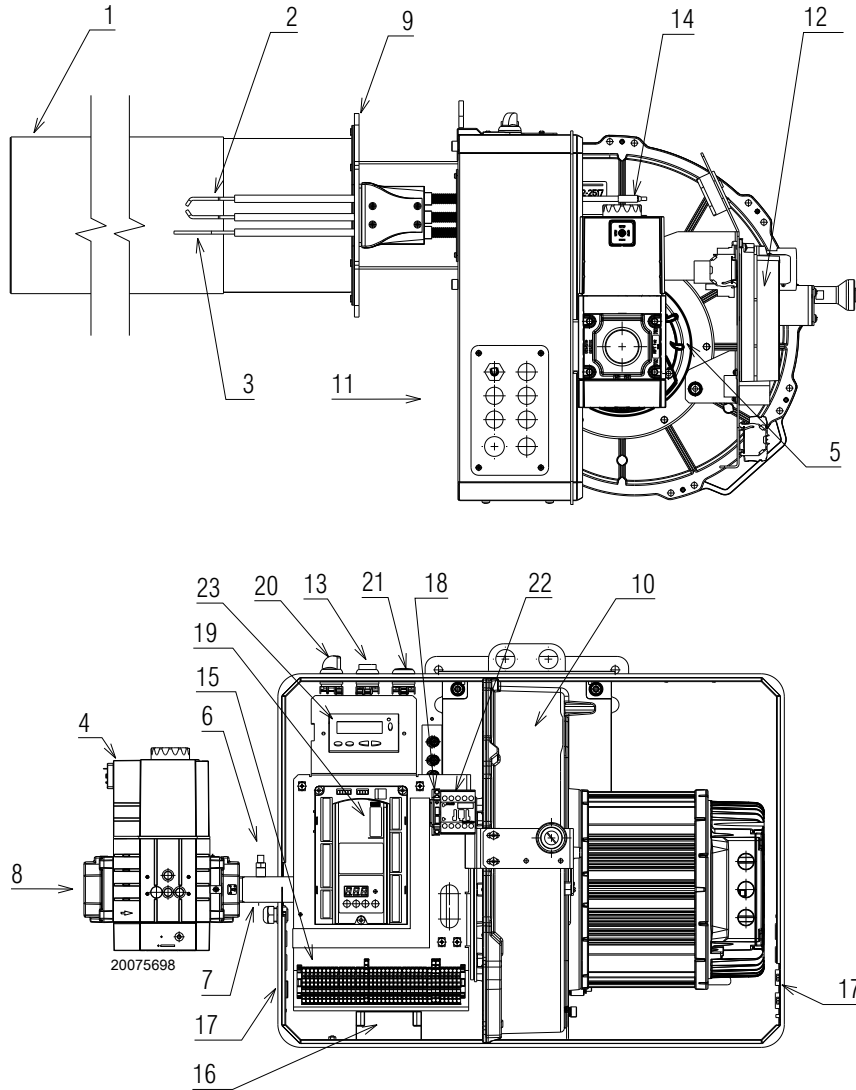

图 2
(1) 参考条件: 环境温度 20°C - 燃气温度 15°C - 大气压力 1013 mbar - 海拔 0 m a.s.l.
(2) 燃气输入压力 8)(图 2) 为炉膛压力为零且燃烧器处于最大出力运行时的压力。
(3) 噪音测试在制造商燃烧室内进行, 燃烧器在测试锅炉上分别以最大出力、中间出力 and 最小出力运行。" 根据 EN 15036 标准要求以及 " 准确: 类别 3" 测量方式, 声功率以 " 自由场 " 法测得, 符合 EN ISO 3746 标准要求。
复位按钮 13) 灯亮 (图 2)，提示处于燃烧器锁定状态。